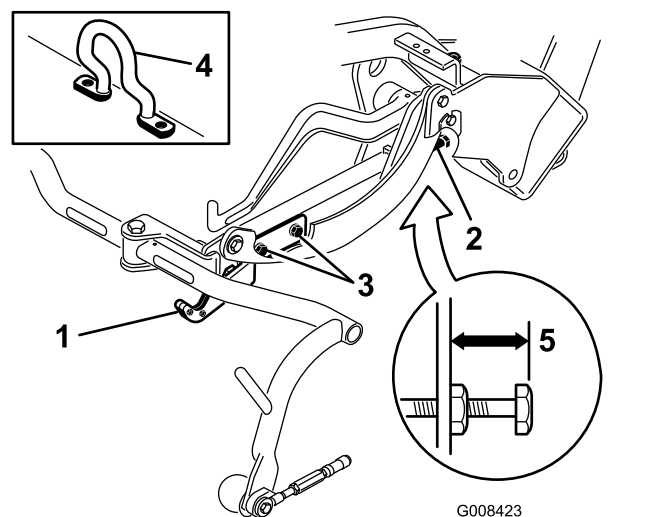
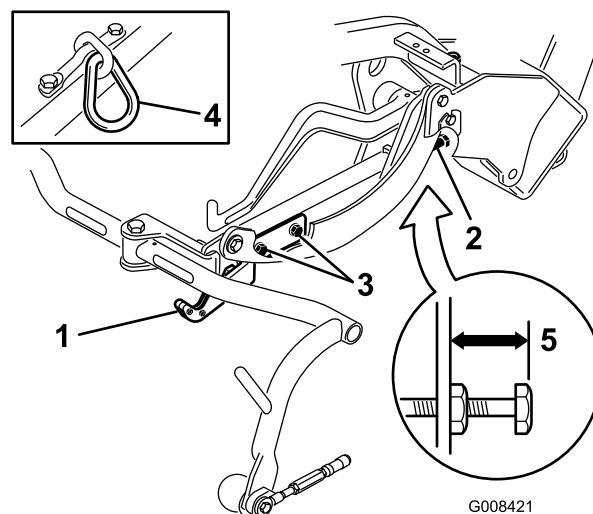
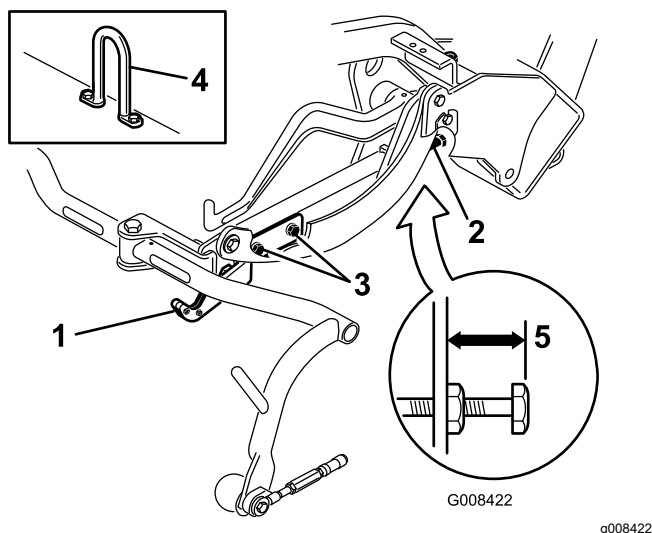

Figura 10
Figura 11
Figura 12
3. Em unidades de corte equipadas com um elo de corrente ou um cilindro de elevação reto (Figura 11 e Figura 12, em destaque) verifique se a distância a partir da parte superior do parafuso de ajuste da estrutura de suporte até à parte posterior da estrutura de suporte é de 22 mm. Se a distância não for de 22 mm, passe ao passo 4. Se a unidade de corte estiver equipada com uma articulação de elevação desviada (Figura 10), avance para o passo seguinte.
Verifique a altura de transporte (Figura 11 e Figura 12) e ajuste-a, se necessário.
2. Em unidades de corte equipadas com um gancho de elevação desviado (Figura 10, em destaque) verifique se a distância a partir da parte superior do parafuso de ajuste da estrutura de suporte até à parte posterior da estrutura de suporte é de 25 mm. Se a distância não for de 25 mm, avance para o passo 4.
4. Desaperte os parafusos de montagem da placa de transporte (Figura 11, Figura 12 e Figura 10).
7. Se as estruturas de suporte não estiverem à mesma altura, desaperte a porca de bloqueio no parafuso de ajuste da estrutura de suporte (Figura 10, Figura 11 e Figura 12). Rode o parafuso para fora para elevar e para dentro para descer. Aperte a porca de retenção após ajustar a altura devida.